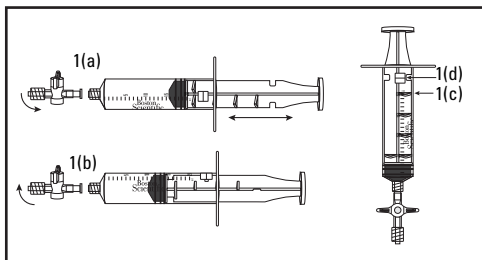

Figure 1.
1. Examiner le robinet (Figure 1(a)). Celui-ci possède deux raccords Luer pour le raccordement de l'aiguille et de la seringue. L'échange d'air se fait lorsque le robinet est en position ouverte. Le robinet est ouvert lorsqu'il est parallèle à la seringue, et fermé lorsqu'il est perpendiculaire à celle-ci (comme illustré).
- Examiner la seringue (Figure 1). Le cylindre présente une broche de verrouillage (Figure 1 (d)) et le piston possède quatre ailettes de verrouillage (Figure 1 (c)). Le piston peut être actionné dans le cylindre pour verrouiller et déverrouiller la seringue. Pour la verrouiller, tirer le piston jusqu'à ce qu'il soit aligné sur le volume d'aspiration voulu (Figure 1(a)). Faire tourner le piston dans le sens horaire de sorte que la broche de verrouillage s'engage dans les ailettes de verrouillage du piston (Figure 1(b)). Faire tourner le piston dans le sens anti-horaire pour déverrouiller la seringue.
11. Préparer la seringue et le robinet fournis comme indiqué précédemment. Faire tourner le robinet en position fermée, perpendiculaire à la seringue. Tirer le piston de la seringue jusqu'au volume voulu et utiliser les ailettes et la broche de verrouillage de la seringue pour le maintenir en place (Figures 1(c) et 1(d)).
Remarque : Les ailettes et la broche de verrouillage (Figures 1(c) et 1(d)) doivent être dégagées pour que l'air sorte de la seringue.